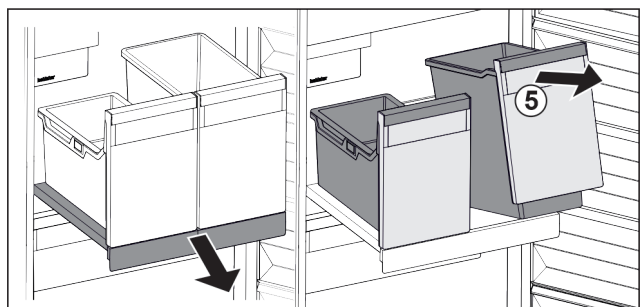

Fig. 23
- ▶ Bak Fig. 23 (5) aan voorzijde optillen.